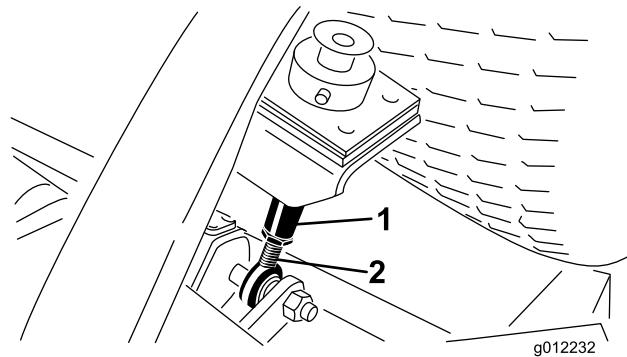

Figura 11
6. Allentate i controdadi sulla parte inferiore delle aste dell'apparato di taglio (Figura 11).